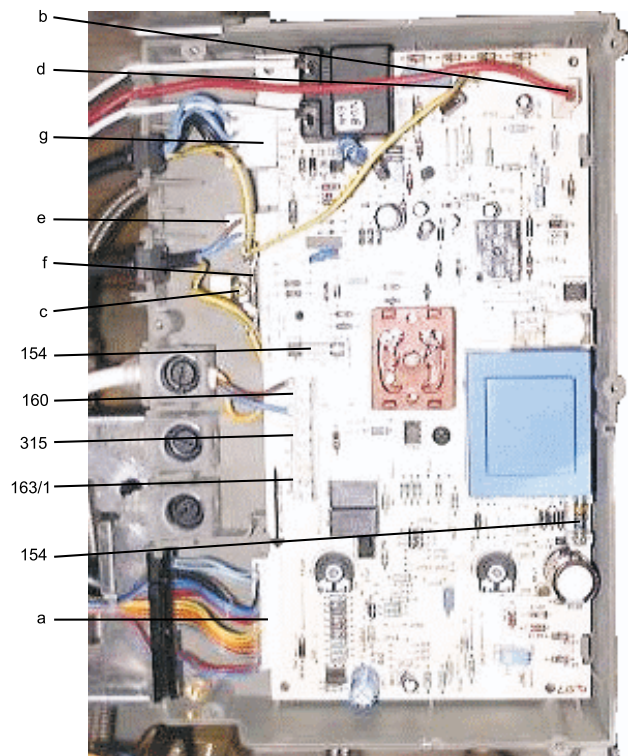

Fig. 10
- ▶ Retirar el puente 1-4 (Fig. 10, pos. 163/1).
- ▶ Retirar el puente 1-8 (Fig. 10, pos. 315).